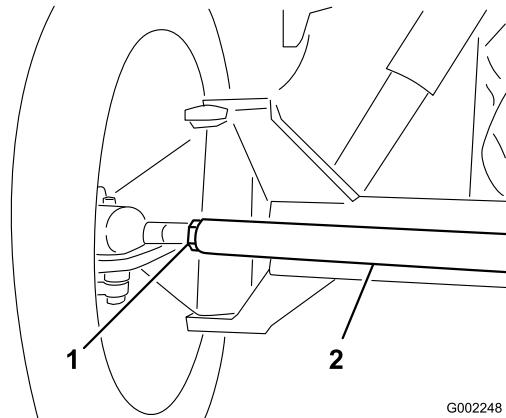

図 52
3. 前後の測定値の差が所定範囲にない場合、タイロッド両端のジャムナットを外して調整を行う(図 52)。